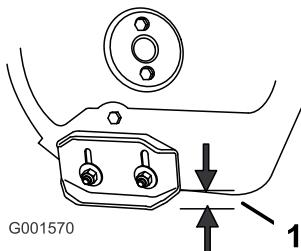

Figura 24
2. Allentate i dadi che fissano entrambe le slitte ai lati della coclea, finché le slitte non scorrono liberamente verso l'alto ed il basso (Figura 24).